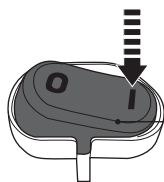

Fig. 19
- > Ponga el interruptor encendido / apagado (16) en la posición I para encender el producto (Fig. 19).